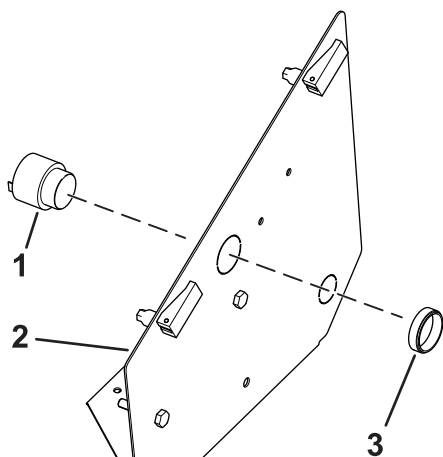

Figura 6
11. Instale o alarme no painel da consola (Figura 6).